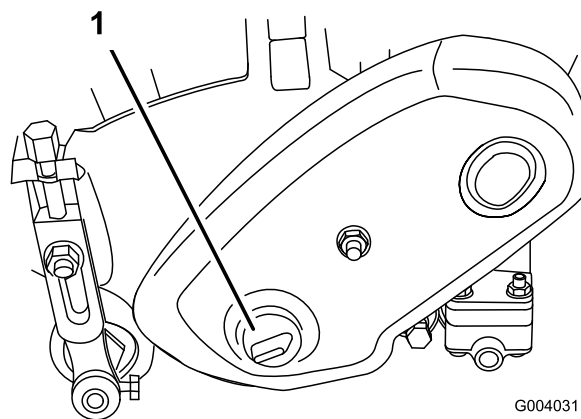

Figura 62
1. Togliete il tappo dal carter del comando del cilindro, a sinistra del gruppo cilindro (Figura 62)